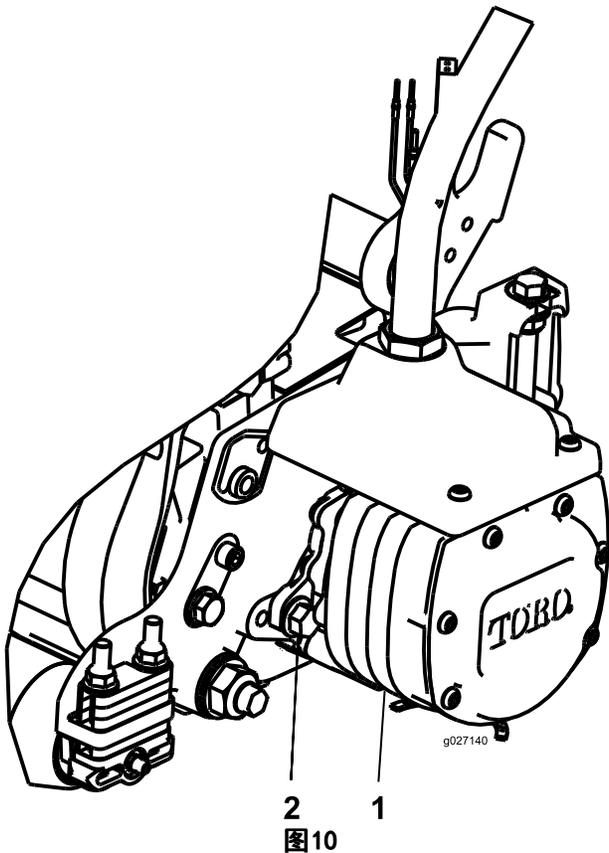

图10
14. 以顺时针旋转的方式安装马达，让马达法兰与螺栓保持一定空隙（图10）。